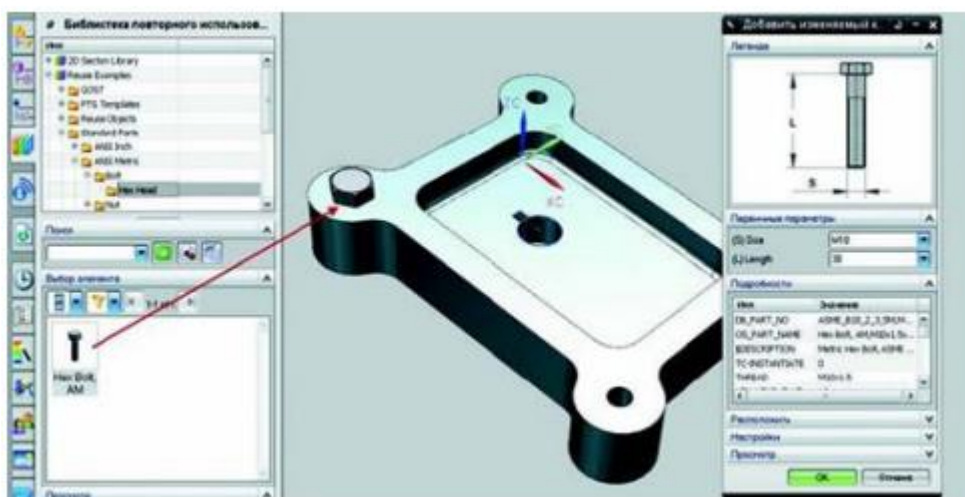

Рисунок 10. Вставка крепежа из библиотеки
- Болт будет вставлен строго в отверстие, и будет подобран нужный диаметр болта, а в открывшемся диалоге можно будет подобрать его длину (рис. 10).